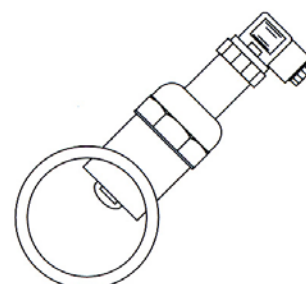

FIG. 3
- Fig. 3: installazione raccomandata se il fluido contiene bolle di aria e/o sedimenti.